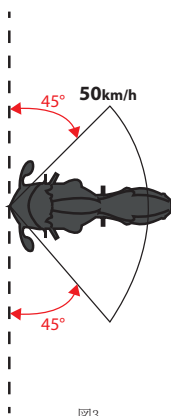

図3
ストリートモードでのオートバイが車両または障害物に衝突した際のクラッシュのプロテクションエンベロープ（図3）：
衝撃角（図3）	45° ~135°
**重要！** 図3は、ユーザーの体が障害物に接触する前にTech-Air® 5システムが膨張することが予想されるプロテクションエンベロープの概要を示しています。25km / hを超える速度では、システムは衝撃角に関係なく展開しますが、プロテクションエンベロープの外側では、障害物とユーザーが接触する前にシステムが完全に膨張しない場合があります。